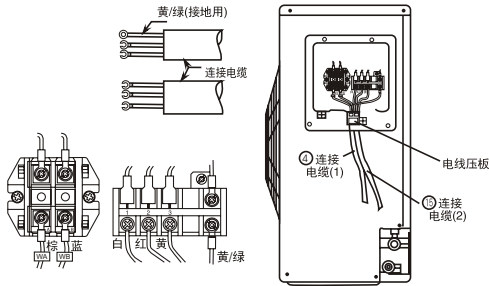

图15
- (1) 把连接电缆按电气接线图所示正确地牢固连接。(紧固力为 $0.8 \sim 1.5\text{N} \cdot \text{m}$)
- (2) 用电线压板将连接电缆压住后，用螺钉紧固，按图15安装。